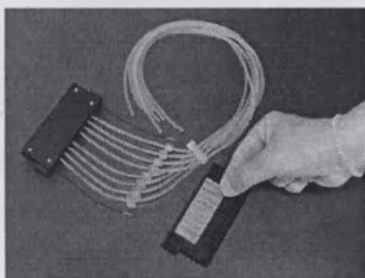

Рисунок 5-35. Монтаж смотрового окна
7. Поместите пластмассовое смотровое окно с обращенными вверх канавками на нижнюю крышку верхней части кассеты, если она еще не смонтирована (рисунок 5-35).